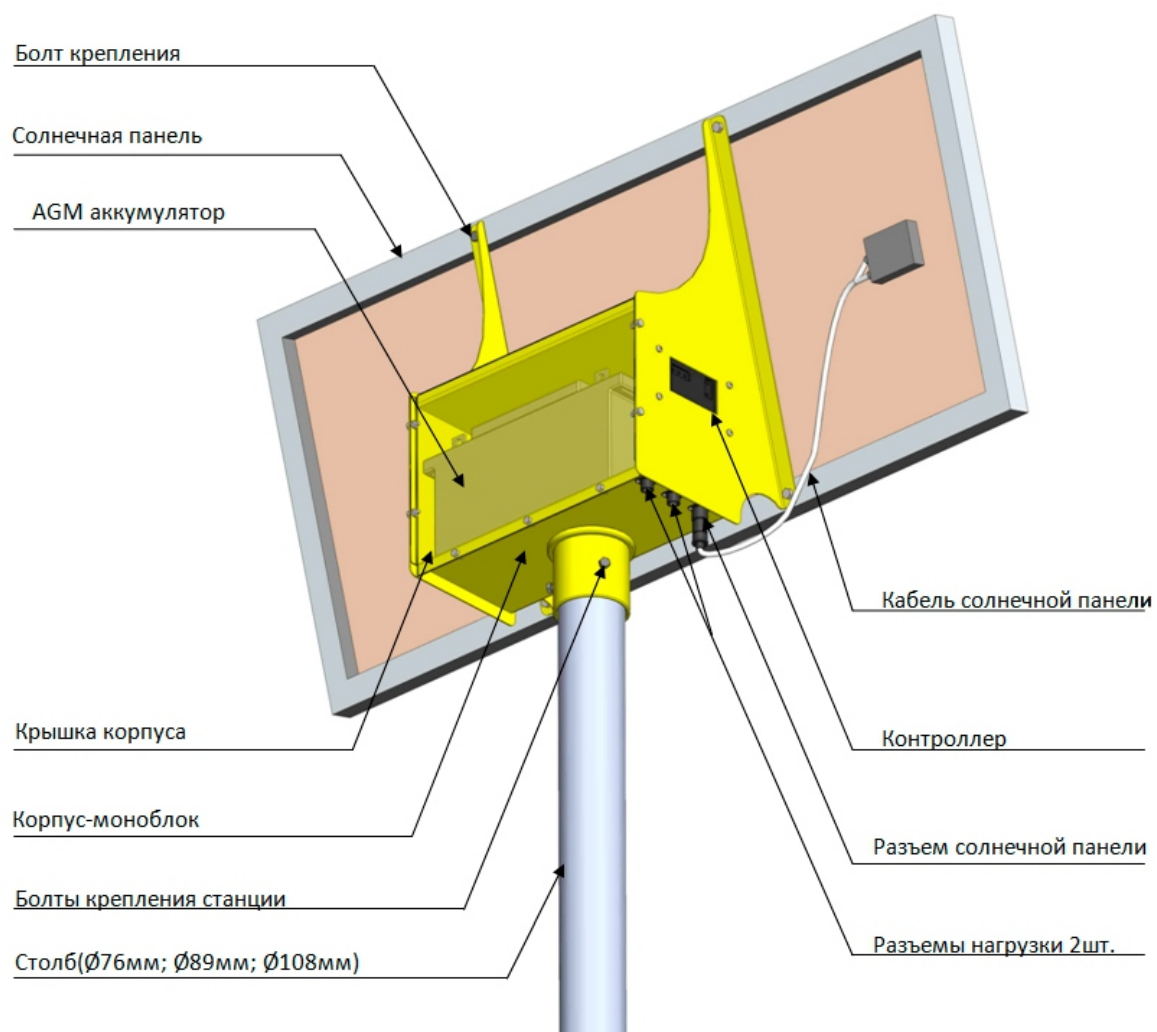

Рис. 1. Устройство Солнечной электростанции.
5. Подключить кабель солнечной панели к ответному разъему солнечной электростанции (рисунок 1), идущему от клемм контроллера 3 и 4 (рисунок 2);
9. Подключить кабель нагрузки к ответному разъему солнечной электростанции (рисунок 1), идущему от клемм контроллера 5 и 6 (рисунок 2).